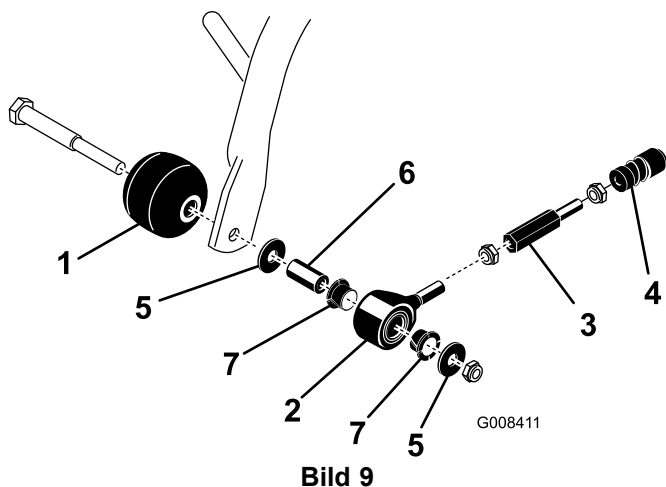

Bild 9
1. Befestigen Sie eine Antiskalpierrolle und ein Ziehverbindungsteil mit einer Rollenwelle, einem Distanzstück, einer Scheibe und einer Sicherungsmutter außen an jedem vorderen Rahmenträger (Bild 9). Achten Sie darauf, dass die Teile so angeordnet sind, wie im Bild dargestellt, und dass die Nylonbundbüchsen im Ziehverbindungsteil sind.